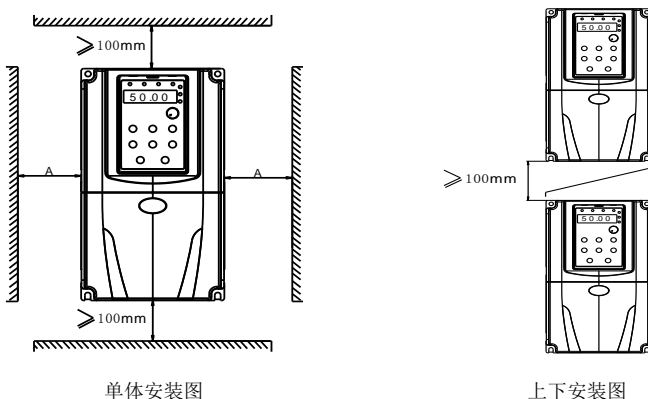

图 3-1 KE300A 变频器安装示意图
- 1) 请垂直安装变频器, 便于热量向上散发, 但不能倒置。若柜内有较多变频器时, 最好是并排安装。在需要上下安装的情况, 请参考图 3-1 的示意, 安装隔热导流板。
- 2) 安装空间遵照图 3-1 所示, 保证变频器的散热空间; 但布置时请考虑柜内其它器件的散热情况。